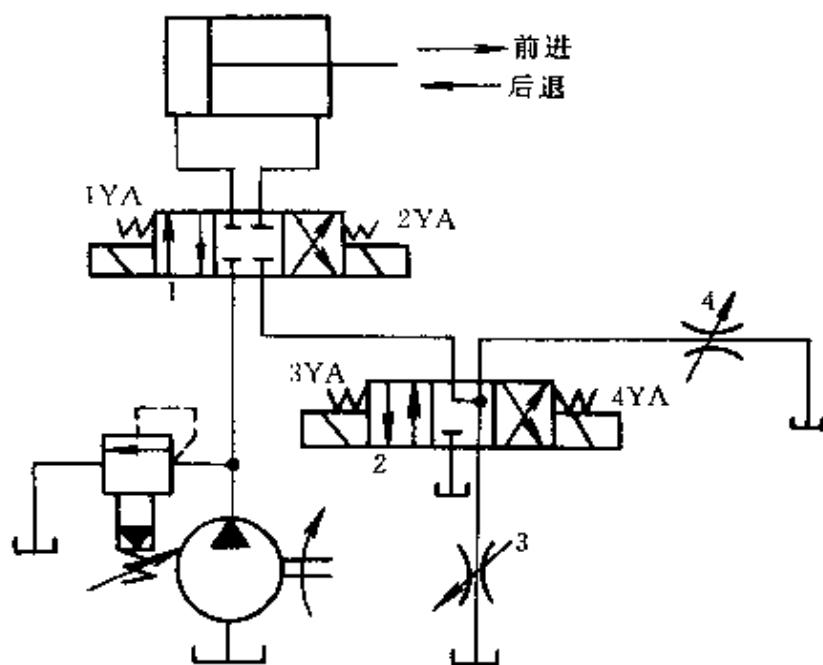

图 7-40 为实现“快进—I 工进—I 工进—快退—停止”
**例 6** 在图 7-40 中, 试填上电磁铁动作顺序表。
解：图 7-40 为出口节流调速回路。